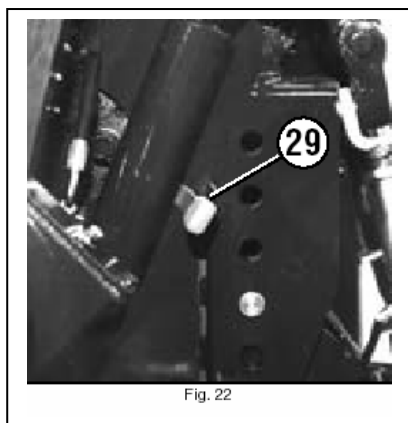

Fig. 22
**29 – 540-540E PTO-skiftehåndtag** (fig. 22)